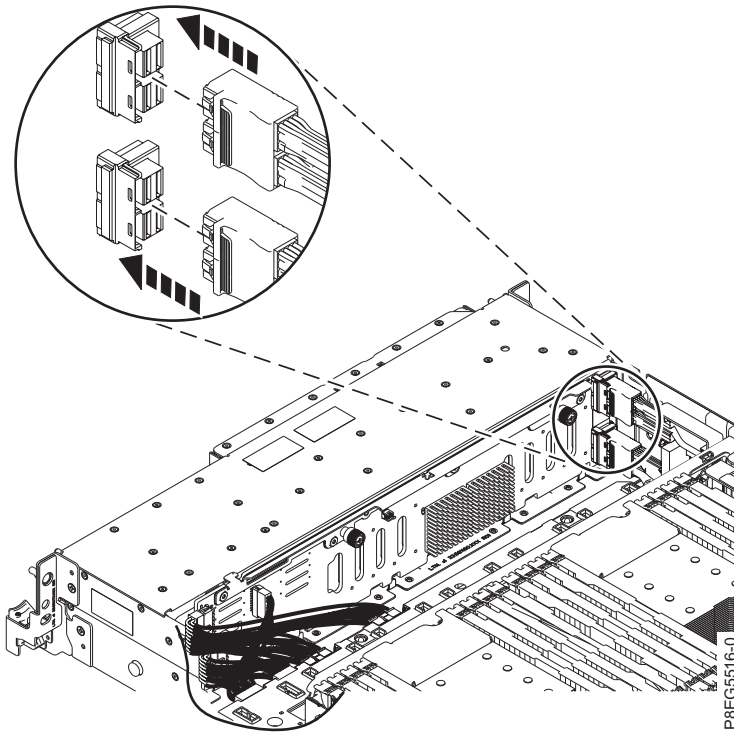

Figura 21. Reconexión de los cables SAS frontales
7. Vuelva a conectar el cable SAS frontal a la placa posterior de la unidad de disco, como se muestra en la Figura 21. Empuje el conector hasta que el pestillo haga clic.